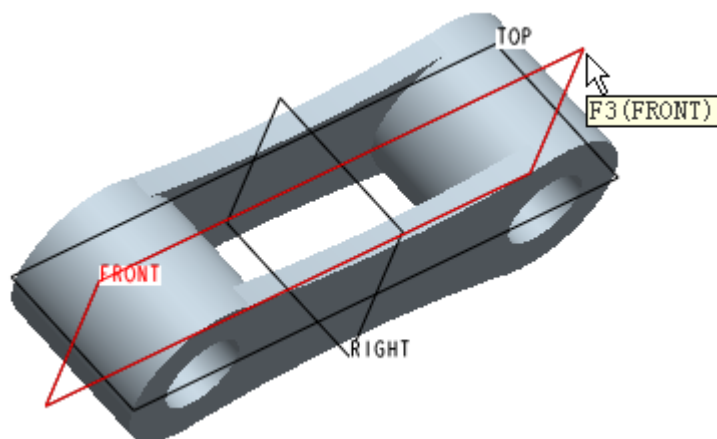

图 54-11
- (1) 单击菜单【编辑】|【特征操作】，在打开的【特征】菜单中单击【复制】|【镜像】|【选取】|【独立】|【完成】。
- (2) 选择步骤 3 建立的拉伸特征，单击【选取特征】菜单中【完成】。
- (3) 选择 FRONT 基准面为镜像平面，结果如图 54-11 所示。